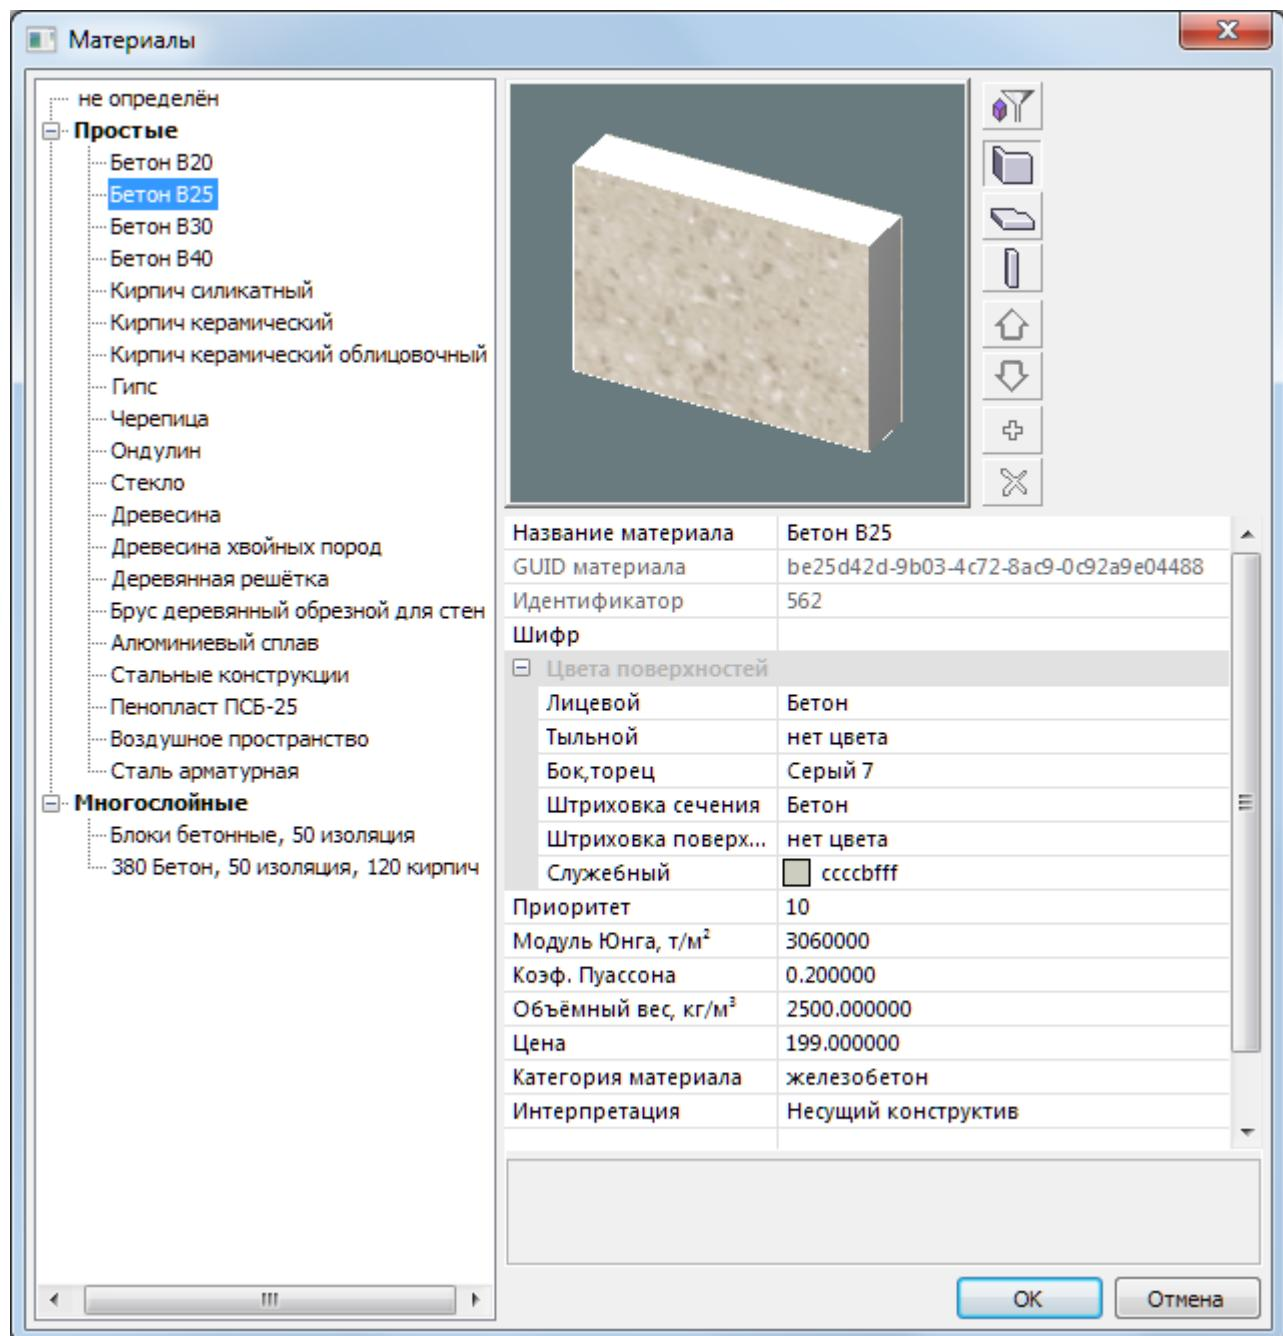

Рис.3.2. Диалоговое окно Материалы
- В открывшемся диалоговом окне **Материалы** (рис.3.2) выберите из списка материал **Бетон B25**.